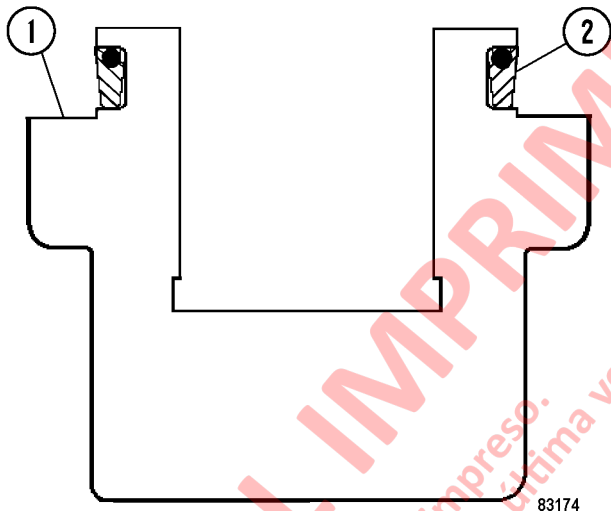
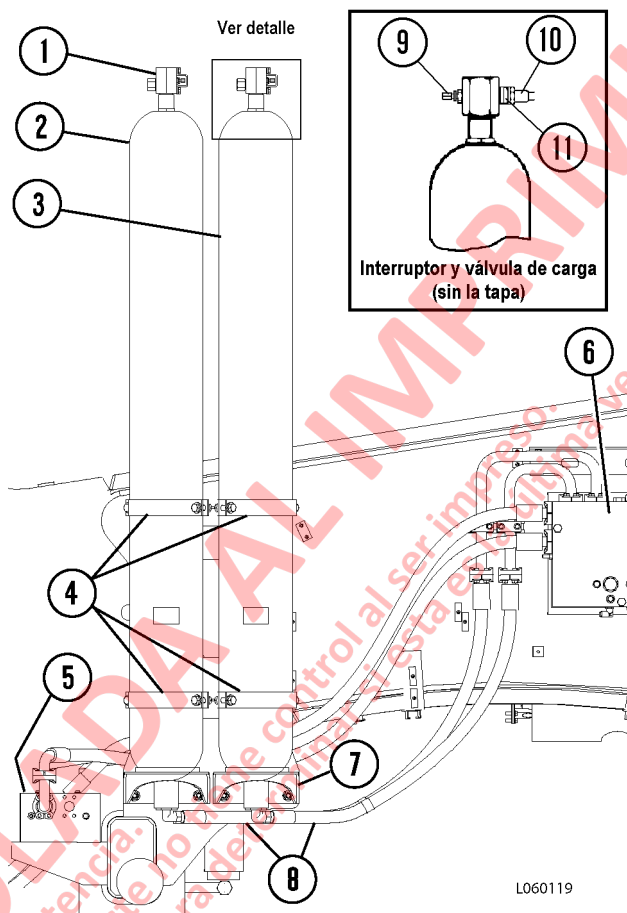
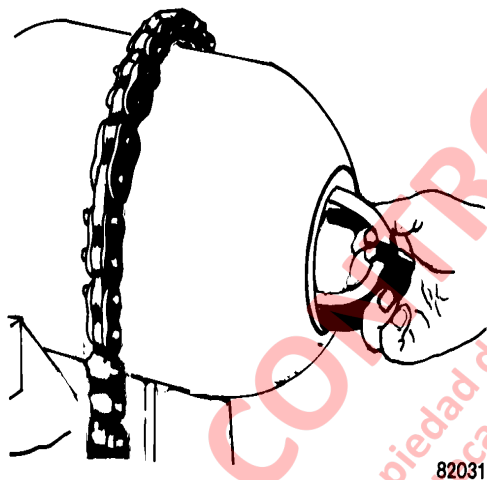
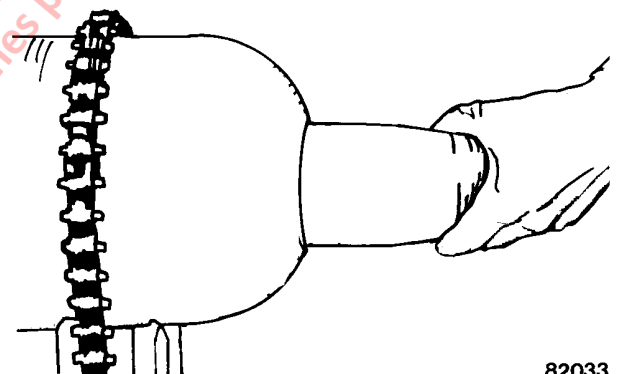

FIGURA 6-15. INSTALACIÓN DEL SELLO
FIGURA 6-17. ACUMULADORES DE DIRECCIÓN
FIGURA 6-18. DESMONTAJE DEL ANILLO ANTIEXTRUSIÓN
FIGURA 6-19. DESMONTAJE DE LA VEJIGA
2. Retire la cubierta (1, Figura 6-15). Desconecte el cableado eléctrico del interruptor (10) de presión de precarga de nitrógeno.
3. Retire la protección de la válvula de carga y suelte la tuerca hexagonal pequeña en la válvula de carga (9) tres vueltas completas. Presione el núcleo de la válvula hasta que se libere toda la presión de nitrógeno.
1. Levante el acumulador para colocarlo en la posición adecuada en el soporte de montaje (7, Figura 6-15). El acumulador se debe posicionar para permitir el acceso a la válvula de carga (9).
2. Use abrazaderas de montaje (4), tornillos, arandelas y tuercas para asegurar el acumulador en el soporte de montaje (7). Apriete los tornillos al torque estándar.
3. Conecte el cableado eléctrico al interruptor (10) de presión de precarga de nitrógeno. Vuelva a conectar la línea (8) de aceite a la parte inferior del acumulador.
5. Use una solución de jabón para verificar si hay fugas en la válvula de carga (9), el interruptor de precarga (10) y el conjunto de la válvula de inspección (11).
2. Retire el tapón de purga (12, Figura 6-17) del conjunto del puerto hidráulico. Use una llave
- inglesa para retirar el anillo (10) de tope del conjunto del puerto hidráulico. Use una llave ajustable en las partes planas ubicadas en el conjunto del puerto para evitar que este rote.
3. Retire el espaciador (9), luego empuje el conjunto del puerto hidráulico en la carcasa.
4. Inserte su mano en la carcasa del acumulador y retire el respaldo (8) del O-ring, el O-ring (7) y la arandela (6) de respaldo de metal. Separe el anillo antiextrusión (3) del puerto hidráulico. Doble el anillo antiextrusión y retírelo de la carcasa (Figura 6-15).
6. Para evitar que el vástago de la válvula de vejiga gire, fíjelo con una llave apropiada aplicada a las partes planas del vástago. Retire el múltiple de la válvula de gas (14, Figura 6-17). Luego, retire la tuerca (5) mientras afirma el vástago de la válvula de vejiga.
1. Después de limpiar e inspeccionar la carcasa (4, Figura 6-18), coloque la carcasa del acumulador en una prensa de banco o una mesa.
10. Si se desmontó, instale la válvula de carga en el múltiple de gas (14). Luego, apriete la tuerca hexagonal pequeña (4, Figura 6-19) a **5 N·m (45 in lb)**.
- Apriete la tuerca giratoria hexagonal pequeña (4, Figura 6-19) a **14 N·m (10 ft lb)**.
11. Instale la tapa de la válvula de carga (1) y apriétela con los dedos. Instale la cubierta de la válvula de carga. Apriete los tornillos a **40 N·m (25 ft lb)**.
12. Instale el O-ring nuevo (16, Figura 6-17) en el múltiple (14) de la válvula de gas. Sostenga el vástago de la válvula de la vejiga con una llave e instale firmemente el múltiple (14) de la válvula de gas.
13. Mientras sostiene el extremo roscado del conjunto (2) del puerto hidráulico, inserte el extremo del cabezal móvil en el puerto de fluido de la carcasa. Repose todo el conjunto dentro de la carcasa.
14. Doble el anillo antiextrusión (3) para permitir la inserción a la carcasa. Una vez que el anillo antiextrusión pase la abertura del puerto de fluido, posicione el conjunto del puerto hidráulico con el collar de acero en dirección al puerto de fluido de la carcasa.
17. Instale la arandela (6) de respaldo del O-ring sobre el conjunto del puerto hidráulico.
1. Retire la protección de la válvula de carga (5, Figura 6-18) y la tapa (6) de la válvula de carga.
4. Sostenga el cuerpo de la válvula (6, Figura 6-19) con una llave mientras desatornilla la tuerca giratoria (4) tres vueltas completas con otra llave. Esto abrirá el cabezal móvil dentro de la válvula de gas.
6. Apriete a mano la tuerca giratoria (4) para cerrar el cabezal móvil interno.
8. Sostenga la válvula de carga (6) con una llave y desmonte el conjunto de la tuerca giratoria.
9. Instale a mano la tapa de la válvula (1) en la válvula de carga y la protección de la válvula de gas.
10. Conecte una fuente de energía hidráulica al puerto de aceite en el acumulador. Asegúrese de que el tapón de purga (12, Figura 6-18) esté instalado.
7. Sostenga el cuerpo de la válvula (6, Figura 6-19) con una llave mientras desatornilla la tuerca giratoria (4) tres vueltas completas con otra llave. Esto abrirá el cabezal móvil dentro de la válvula de gas.